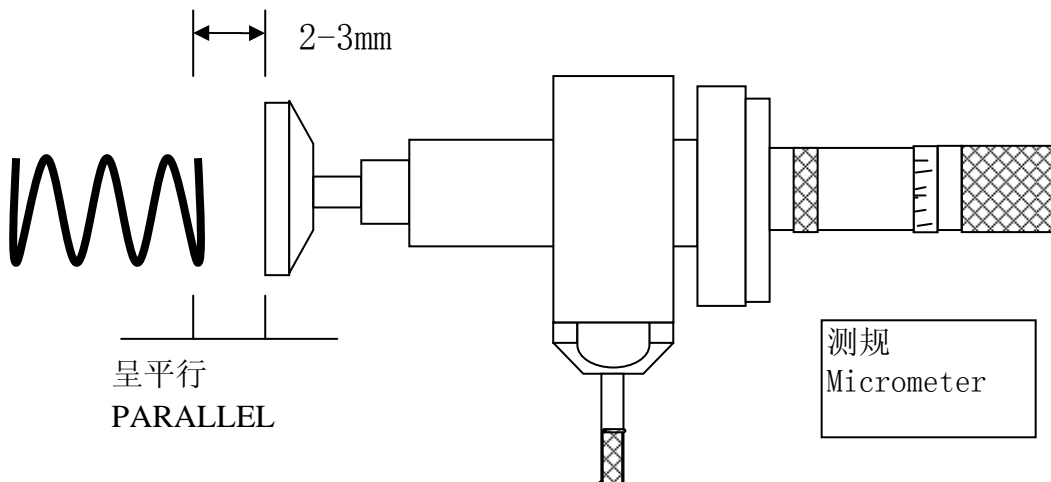

图1-105
4. 再将检知头靠近弹簧平面呈平行约2-3mm如图1-105所示。